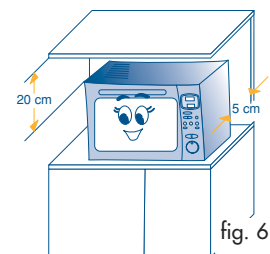

fig. 6
- 1) Nadat het apparaat uit de verpakking gehaald is, de beschermende verpakking van de draaischijf (H) en de bijbehorende houder (I) en van alle accessoires afhalen. Controleren of de pin van de draaischijf (D) correct op zijn plaats zit in het midden van de draaischijf.
- 5) **Nadat het apparaat op het werkvlak geplaatst is, controleren dat er een ruimte van ongeveer 5 cm overblijft tussen de omtrek van het apparaat en de muren aan de zijkant en aan de achterkant, en een vrije ruimte van minstens 20 cm aan de bovenkant van de oven (fig. 6).**